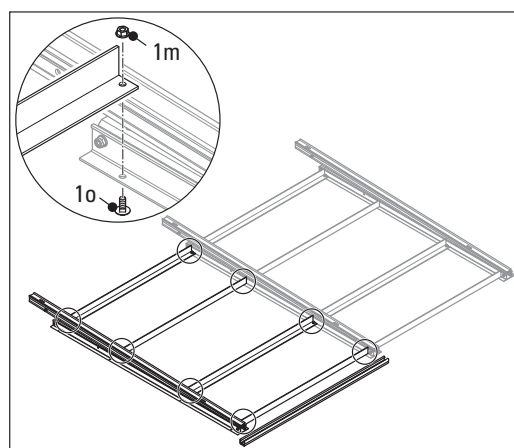

Figura 3-9 Montar el tercer triángulo con travesaños
8. Alinear el tercer triángulo básico en la posición de montaje deseada con ayuda de la guía de perfil de montaje (figura 3-9).
9. Según el mismo esquema, montar aquí también los travesaños en ambos triángulos. Para ello, introducir aquí también uno tras otro los tornillos cilíndricos de cabeza rebajada y asegurarlos con las tuercas hexagonales con dentado de bloqueo (lupa de figura 3-9).